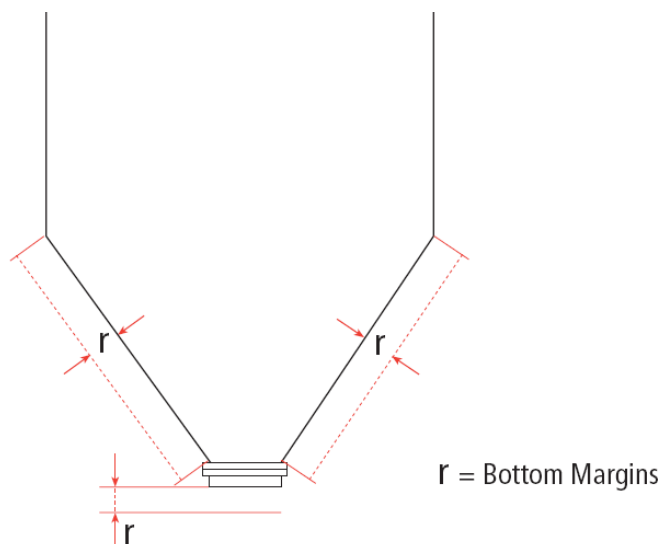

Рисунок 37
- ⦿ **Bottom Margins** — задаётся допуск только для нижней части ёмкости, когда она является конусом, сферой или пирамидой, но не плоской (см. Рисунок 37).